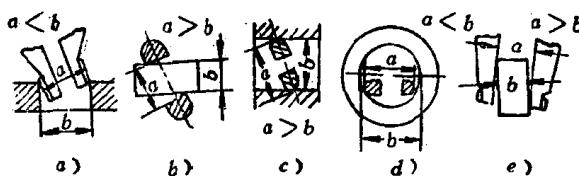

图8 几种错误的测量外径、孔径和沟槽的方法
(5) 在测量圆柱形工件的外部尺寸时，游标卡尺的两个量爪不能歪斜，应当在与工件轴线相垂直的平面里进行测量，否则测量的结果不准确(如图8 b、e)。在测量孔径时，两个量爪的测量刃应当位于孔的直径上，不然测量的结果将比实际尺寸小(如图8 a、d)。在测量沟槽时，游标卡尺也要准确地安置，否则测量的结果将比实际尺寸大(如图8 c)。